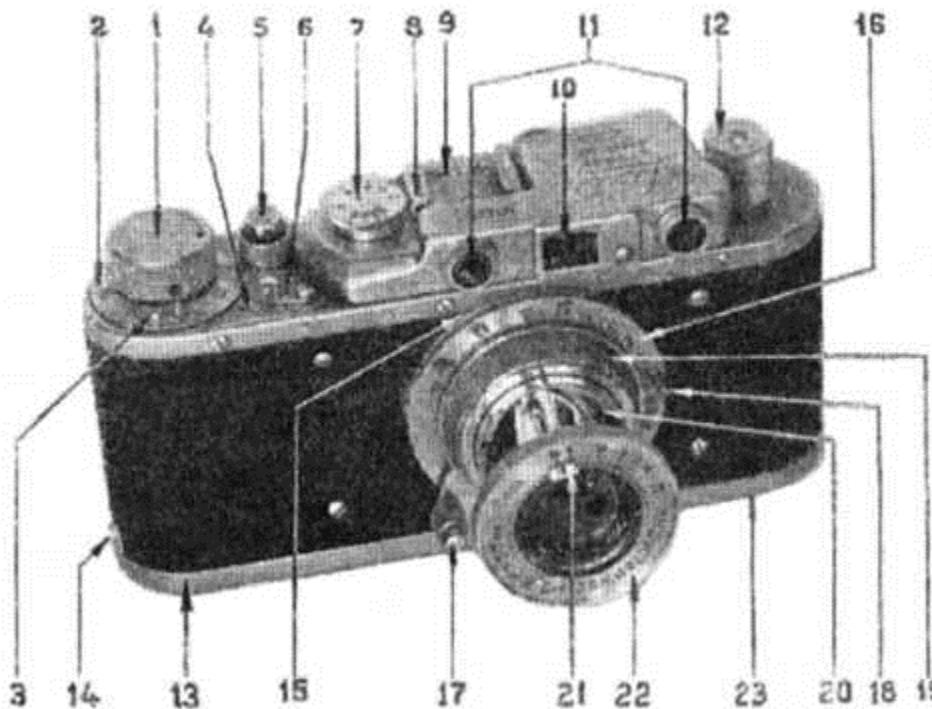
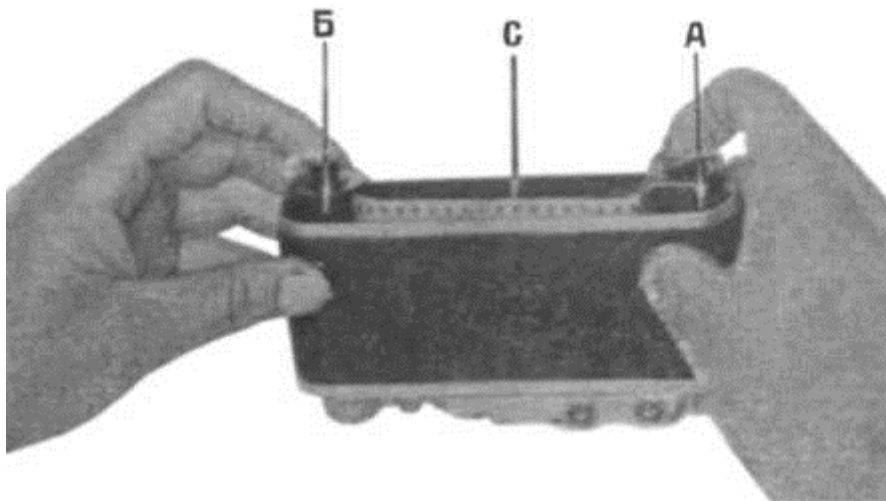

Рис. 1
Рис. 11
4. Открытую камеру поставьте объективом от себя (рис. 11). Держа кассету «А» правой рукой, а катушку «Б» левой, введите пленку в прорезь «С», равномерно опуская их в гнезда. Если кассета не доходит до места, то поверните ручку обратной перемотки 11 (на рис. 1).
5. Оденьте нижнюю крышку 13 (рис. 1), плотно прижмите ее и поверните дужку замка 23 по часовой стрелке на пол оборота. Стрелка замка будет указывать на «Закртыо». Проверьте, замкнута ли крышка.
3. Вытяните головку обратной перемотки пленки 12 (рис. 1 и 17) и вращайте ее по направлению стрелки. Конец перемотки обнаружьте по усилию, которое потребуется приложить для вырывания пленки из катушки, а также потому, что защитная гайка 5 перестанет вращаться.